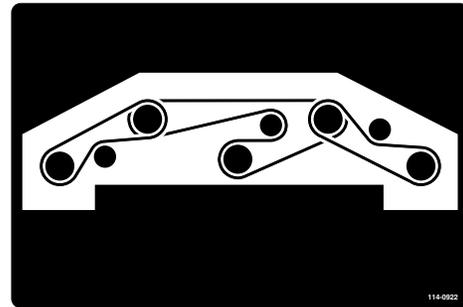

Figure 123
8. Installez la courroie neuve autour des poulies d'axe et de la poulie de tension (Figure 123).